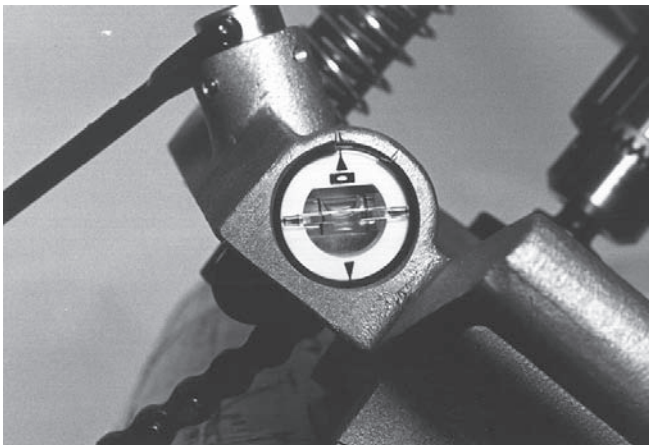

Figura 6 – Ampola de Nível da Ferramenta de Corte de Orifícios da HC-450
4. A base da Ferramenta de Corte de Orifícios HC-450 inclui uma ampola de nível que pode ser utilizada para alinhar vários orifícios. Quando a Ferramenta de Corte de Orifícios é colocada no ângulo desejado, a ampola pode ser rodada para a posição nivelada e os orifícios subsequentes podem ser feitos no mesmo ângulo nivelando a Ferramenta de Corte de Orifícios com a ampola. (Ver Figura 6.)